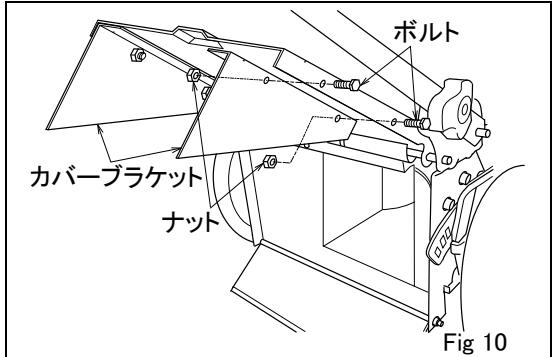

Fig.10
- ② 後部排出カバーにカバーブラケットをボルト・ナットで確実に締付けて取り付けて下さい。(Fig.10)
- ③ 横排出カバーは必ず閉めて下さい。